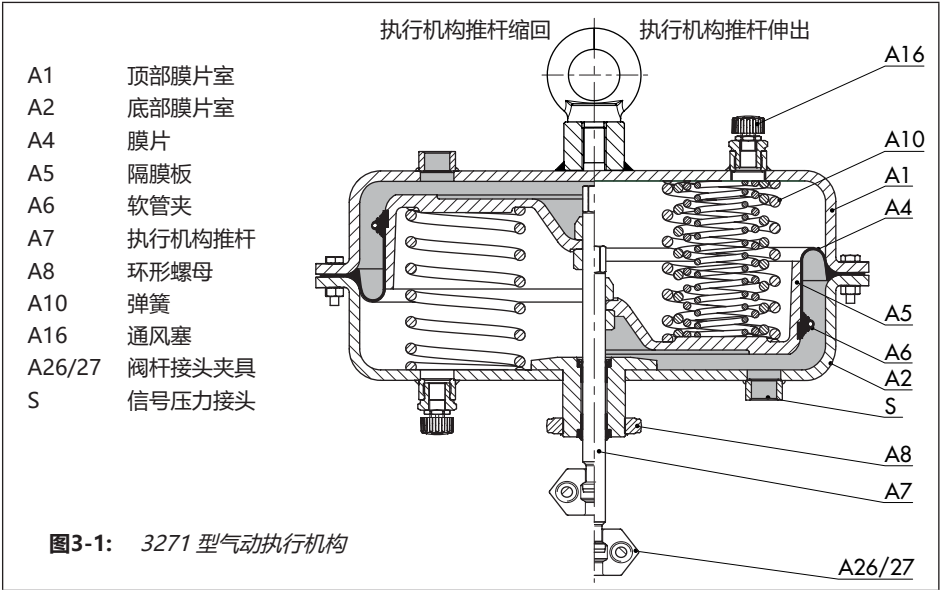

图3-1: 3271 型气动执行机构
执行机构主要由两个膜片室 (A1, A2) 与带隔膜板 (A5) 和弹簧 (A10) 的膜片 (A4) 组成 (请参见图3-1)。使用软管夹 (A6) 将膜片夹紧至隔膜板。
在“执行机构推杆伸出”型号中，信号压力通过底部信号压力接头 (S) 传递至底部膜片室并以弹簧反作用力向上移动执行机构推杆 (A7) (请参见图3-1，右)。
在“执行机构推杆缩回”型号中，信号压力通过顶部信号压力接头 (S) 传递至顶部膜片室并以弹簧反作用力向下移动执行机构推杆 (A7) (参见图3-1，左)。